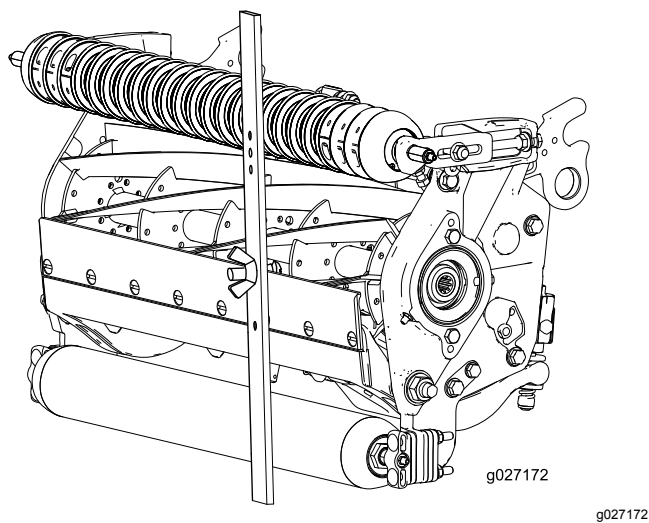

图 16
4. 将螺丝头钩在底刀的刀刃上并将调刀尺的后端放到后滚筒上 图 16。
5. 旋转调节螺丝直到前滚筒接触到调刀尺 图 16。